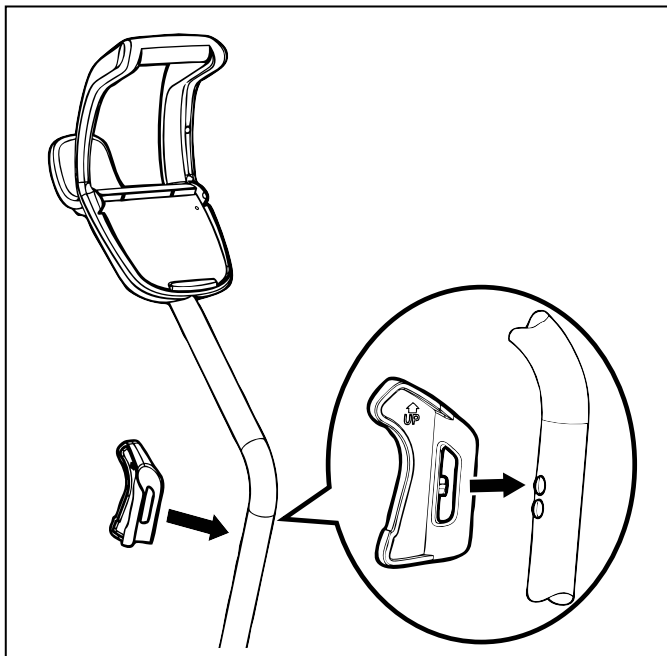

Figure 7. Mettre en place l'attache du robot nettoyeur
- Aligner les broches des attaches du robot nettoyeur sur les trous supérieurs de la tige de manutention et encliqueter en place (Figure 7).